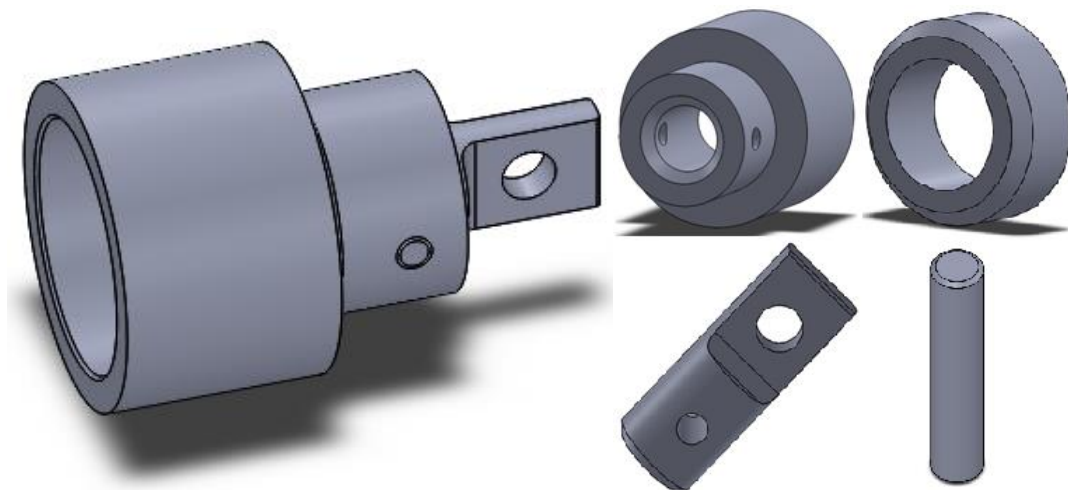

Рисунок. 4.3 – Модель збірки та деталі збірки
**Вихідні данні:** Необхідно побудувати збірку, що зображена на рисунок 4.3